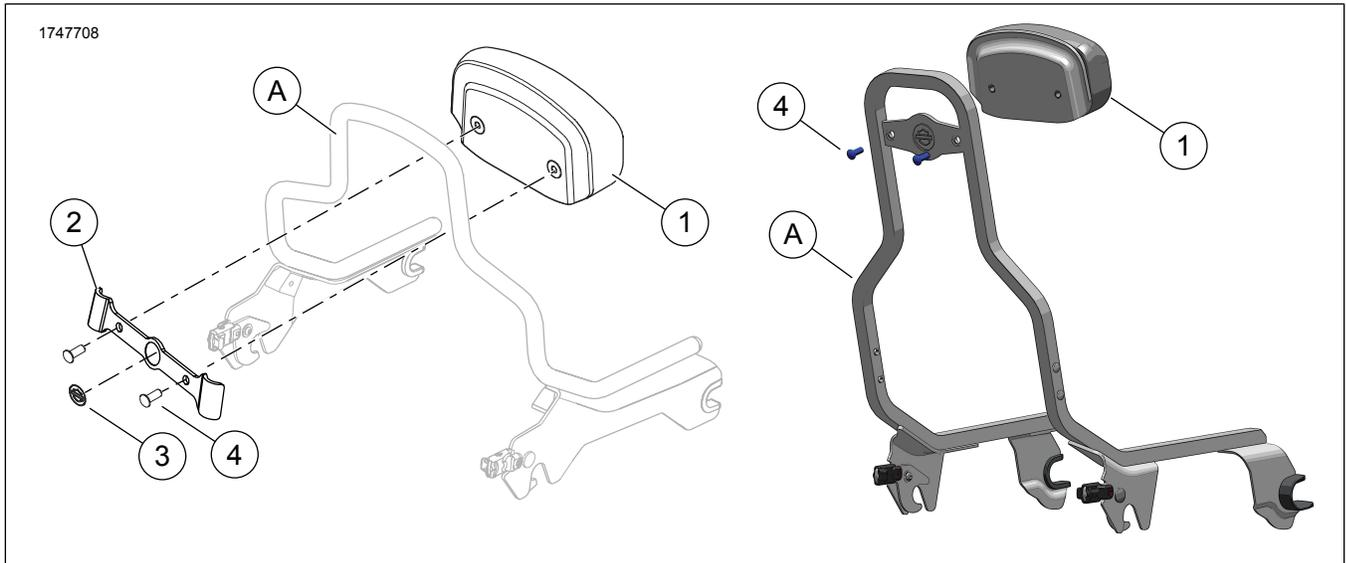
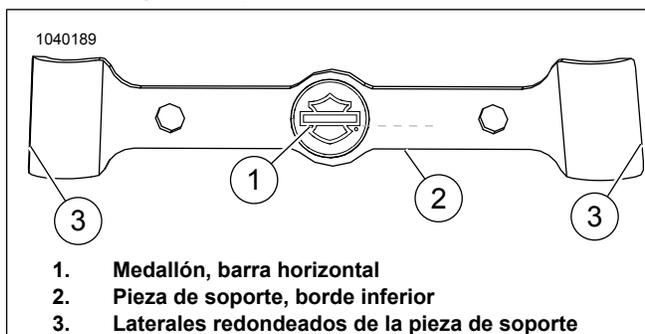

Figura 1. Contenido del kit: Kits compactos de la almohadilla del respaldo
Figura 3. Alineación del medallón
1. Vea la Figura 1. Coloque la almohadilla del respaldo (1) de modo que el contorno en la base se alinee con la parte superior de la pieza vertical de la barra OE Sissy (A).
- El lado de la pieza de soporte (3) no es simétrico. El ancho de la parte superior es más estrecho que el ancho de la parte inferior.
- Utilice una mezcla de 50:50 de alcohol isopropílico y agua para limpiar la superficie de la OE pieza vertical (A) antes de instalar la pieza de soporte (2). Deje secar completamente. Instale a temperatura ambiente. 10–32 °C (50–90 °F)
2. Retire el forro adhesivo de los lados izquierdo y derecho de la pieza de soporte (3).
3. Vea la Figura 1. Coloque la pieza de soporte del montaje contra la almohadilla de modo que la pieza vertical de la barra OE Sissy (A) esté entre la almohadilla (1) y la pieza de soporte (2).
4. Coloque y presione firmemente la pieza de soporte (2) sobre la pieza vertical de la barra OE Sissy (A).
5. Inserte los tornillos (4). Ajuste.
1. Vea la Figura 1. Utilice una mezcla de 50:50 de alcohol isopropílico y agua para limpiar la superficie de la pieza vertical (A) de la barra OE Sissy antes de instalar la pieza de soporte (2). Deje secar completamente. Instale a temperatura ambiente.
- Vea la Figura 3. El lado de la pieza de soporte (3) no es simétrico. El ancho de la parte superior es más estrecho que el ancho de la parte inferior.
- Vea la Figura 3. Alinee la barra horizontal del medallón (1) con el borde inferior (2) de la pieza de soporte. Estas dos deben estar paralelas.
1. Vea la Figura 1. De ser necesario, corte el sello plástico contra la lluvia de los agujeros precortados del tornillo en la almohadilla del respaldo (1) para evitar que el plástico se enganche en las roscas.
2. Coloque la almohadilla del respaldo (1) de modo que el contorno en la base se alinee con la parte superior de la pieza vertical de la barra OE Sissy (A).
- Vea la Figura 3. Los lados de la pieza de soporte (3) no son simétricos. El ancho de la parte superior es más estrecho que el ancho de la parte inferior.
- Vea la Figura 1. Utilice una mezcla de 50:50 de alcohol isopropílico y agua para limpiar la superficie de la pieza vertical (A) de la barra OE Sissy antes de instalar la pieza de soporte (2). Deje secar completamente. Instale a temperatura ambiente. 10–32 °C (50–90 °F)
3. Vea la Figura 3. Retire el forro adhesivo de los lados izquierdo y derecho de la pieza de soporte (3).
4. Vea la Figura 1. Coloque la pieza de soporte del montaje (2) contra la almohadilla (1) de modo que la pieza vertical de la barra OE Sissy (A) esté entre la almohadilla y la pieza de soporte.
5. Coloque y presione firmemente la pieza de soporte (2) sobre la pieza vertical de la barra OE Sissy (A).
6. Vea la Figura 1. Inserte los tornillos (4). Ajuste.
1. Vea la Figura 1. Alinee la almohadilla (1) con la pieza de soporte (2).
2. Instale los tornillos (4). Ajuste.